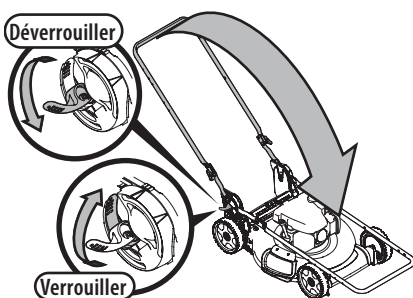

Figure 32
3. Abaissez les deux leviers de réglage pour les déverrouiller. Voir Figure 32.
4. Rabattez le guidon pour ranger la tondeuse. Voir Figure 32. Veillez à ne pas pincer le câble de commande de la lame ou le câble d'entraînement (le cas échéant) lorsque vous abaissez le guidon.
5. Relevez les deux leviers de réglage pour les verrouiller. Voir Figure 32.
2. Pour déplier le guidon, déverrouillez les deux leviers (voir l'encadré de la Figure 32) et suivez les étapes 5 à 8 de la section Guidon rabattable (rangement vertical) à la page 56 du chapitre Assemblage.